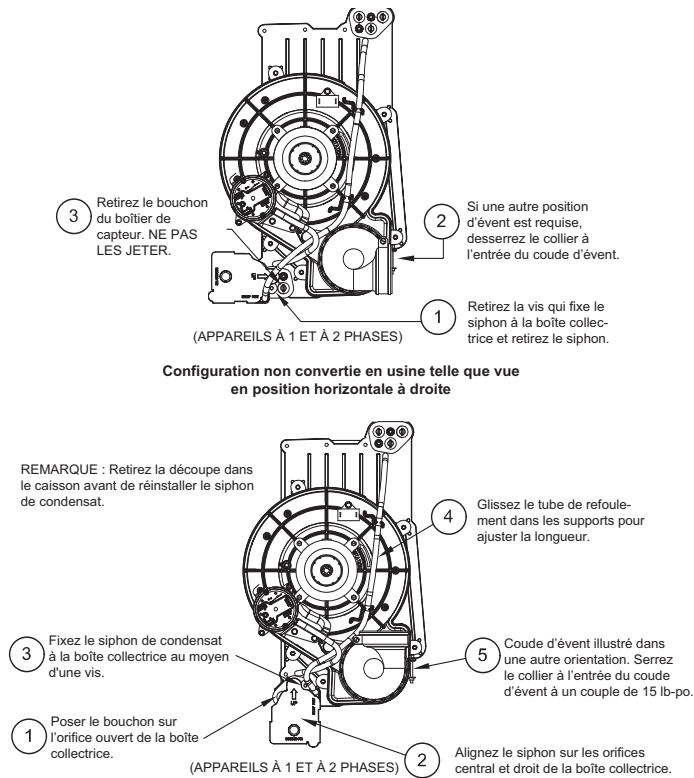
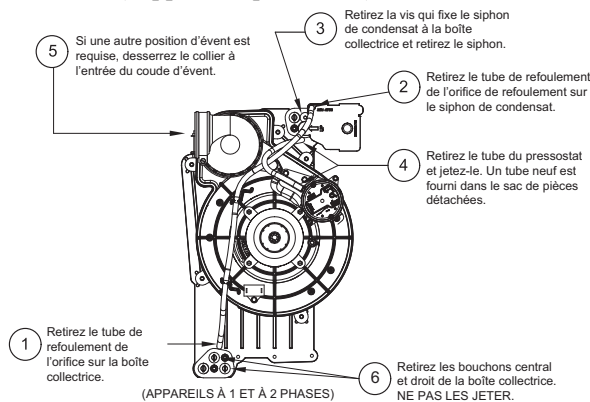

Fig. 10 – Configuration de siphon horizontal à droite (l'appareil peut varier)
Fig. 11 – Configuration horizontale gauche (l'appareil peut varier)
Lorsque la chaudière est installée en configuration horizontale à droite, le siphon de condensat est installé initialement en usine au bas de la boîte collectrice. Consultez l'image du haut de la Fig. 10. Lorsque la chaudière est installée en configuration horizontale à gauche, le siphon de condensat est installé initialement en usine au sommet de la boîte collectrice. Consultez l'image du haut de la Fig. 11. Dans les deux cas, le siphon doit être repositionné sur le boîtier de capteur pour assurer un drainage adéquat du condensat. Consultez les images inférieures des Fig. 10 et Fig. 11.
- La Fig. 10 illustre le siphon de condensat et la tuyauterie avant et après le déplacement en position horizontale à droite.
- La Fig. 11 illustre le siphon de condensat et la tuyauterie avant et après le déplacement en position horizontale à gauche.